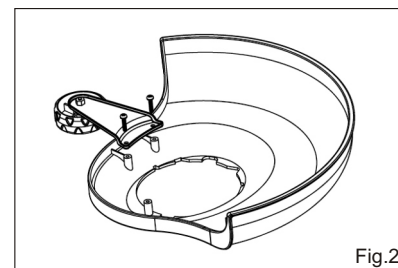

Fig.2
1) Fixez l'ensemble de roulette d'orientation sur le capot de sécurité (Fig. 2)